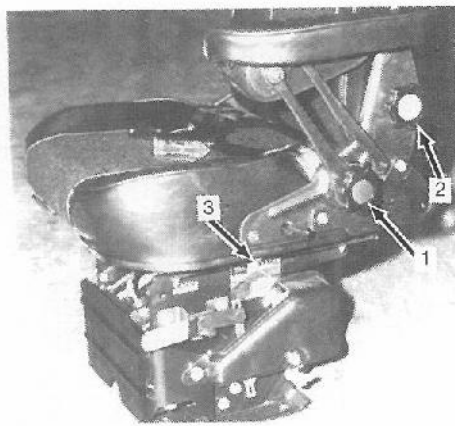

Figure 56:
Left Side Armrest (Fig. 56 (1))
Backrest Tilt (Fig. 56 (2))
Seat Swivel (Fig. 56 (3))